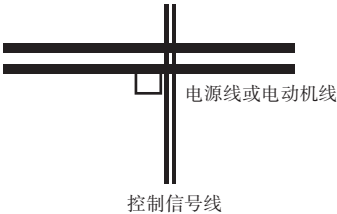

图3-17 系统配线要求
- ① 变频器到电动机的线缆(U、V、W端子引出线)应尽量避免与电源线(R、S、T或R、T端子输入线)平行走线。应保持30厘米以上的距离；
- ② 变频器输出U、V、W端子三根电机线尽量置于金属管或金属布线槽内；
- ③ 控制信号线应采用屏蔽电缆，屏蔽层与变频器PE端相连，靠近变频器侧单端接地；
- ④ 变频器PE端接地电缆不得借用其它设备接地线，必须直接与接地板相连；
- ⑤ 控制信号线不能与强电电缆(R、S、T或R、T与U、V、W)平行近距离布线，不能捆扎在一起，保持20~60厘米（与强电电流大小有关）以上的距离。如果要相交，则应相互垂直穿越，如图3-17所示；
- ⑥ 控制信号和传感器等弱电接地线必须与强电接地线分别独立接地；
- ⑦ 禁止在变频器电源输入端(R、S、T或R、T)上连接其它设备。